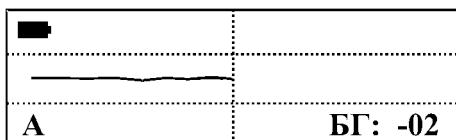

Рис. 12
4. медленно и плавно поднесите датчик к грунту по вертикали как можно ближе (до 3-х – 4-х сантиметров), избегая ударов датчиком о траву, камни и другие объекты. Скорость поднесения датчика должна быть такой, чтобы он опустился до уровня грунта приблизительно, за одну – две секунды. При поднесении датчика к грунту, на дисплее будет вырисовываться линия в левую сторону экрана (Рис. 12):